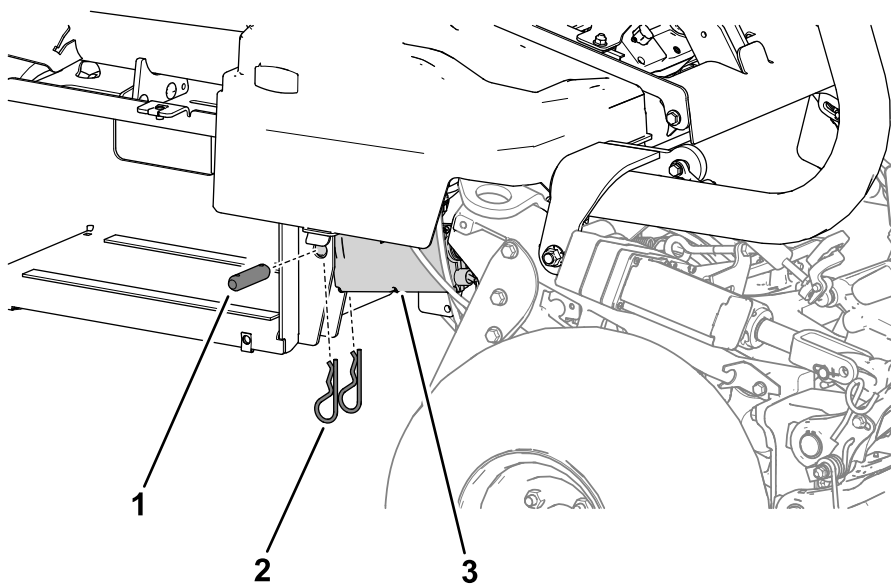

Figura 3
2. Rimuovete il perno del cilindro e le coppiglie che fissano l'attuatore freno alla base laterale delle batterie sul lato destro della macchina (**Figura 3**).